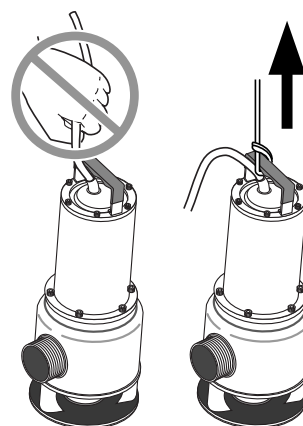

Figura 1
**⚠ ADVERTENCIA Riesgo de choque eléctrico.** El choque puede quemar o matar. No levante la bomba por medio del cordón eléctrico. Consulte la sección sobre "Cómo levantar el cordón" y la Figura 1.
**▲ ADVERTENCIA** **Riesgo de choque eléctrico.** Puede quemar o matar. No levante la bomba del cordón eléctrico. Consulte la sección sobre “Cómo levantar la bomba” y la figura 1 en la página 3.